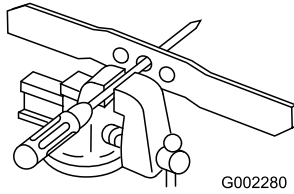

图31
1. 将刀片的中心孔放到用老虎钳水平夹紧的钉子或螺丝刀柄上检查刀片的平衡性 图31。